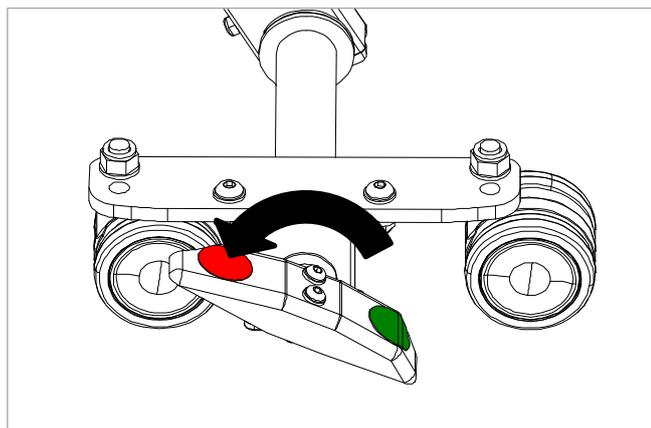

Figure 14.3
1. Pour verrouiller le frein, appuyez fermement vers le bas sur le côté de la pédale avec l'étiquette rouge comme indiqué dans Figure 14.3 jusqu'à ce qu'il se positionne.